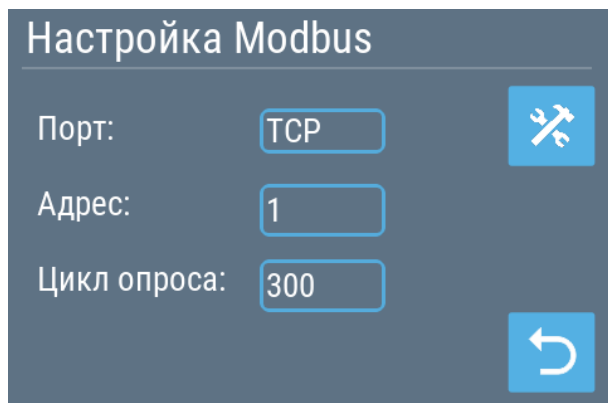

Рисунок 3.3
Для этого нажмите в центр экрана чтобы попасть в раздел **Настройка Modbus**, при этом отобразится экран (Рисунок 3.3). Далее, в поле Порт выберите RS485, нажмите кнопку , введите настройки порта по умолчанию (скорость -19200, параметры: проверка четности - 8е, стоп-бит - 1) и для возврата в Главное меню нажмите кнопку  2 раза.
3.9 У панели управления, подключаемой к ПВУ по Wi-Fi, изначально загрузка остановится на заставке с надписью «Нет связи» (Рисунок 3.2). Чтобы открыть настройки Wi-Fi нужно нажать на центр экрана и на открывшейся странице в поле Порт выбрать TCP (Рисунок 3.3).